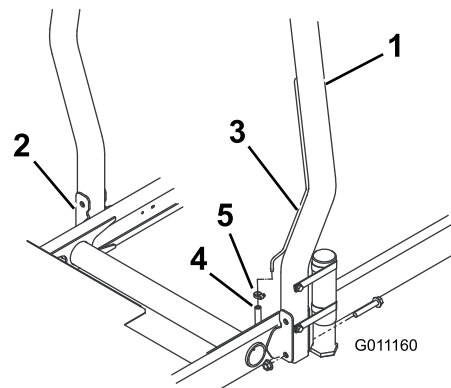

図 8
1. ROPS を機体の固定穴に差し込み、取り付け穴を整列させる。ROPS についている換気管が機体の左側にくるように配置すること 図 8。
2. ROPS のそれぞれの側をフランジヘッドキャップスクリュー 2 本とロックナット 2 本で固定する 図 8。締め具を 81N・m(8.3kg・m = 60ft-lb)にトルク締める。